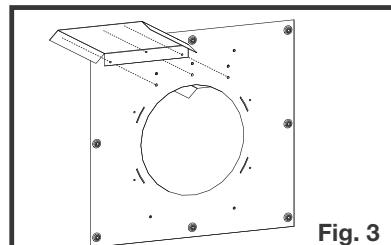

Fig. 3
3. Installez l'autre écran protecteur sur l'autre côté de l'espacement coupe-feu (Figure 3).